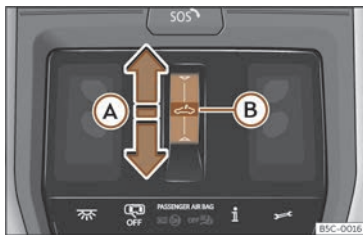

Fig. 82 No revestimento interior do teto: tecla do teto de vidro.
- Movemento automático: deslice o dedo cara atrás sobre a área funcional >>> **fig. 82 (A)**.
adiante sobre a área funcional  >>> **fig. 82**  e manteña premido ata que o teito se peche completamente.